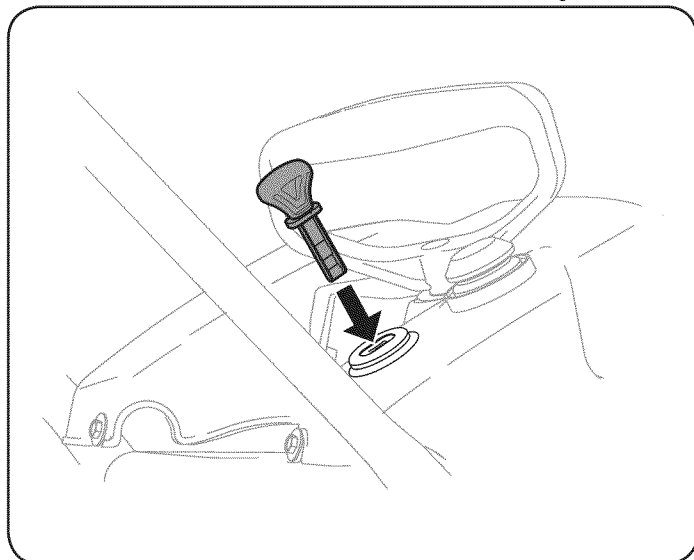

Figura 11
1. Inserte la llave de encendido en la ranura. Vea la Figura 11.